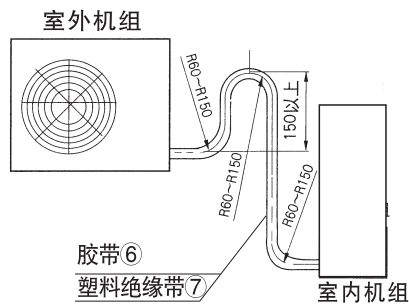

图7
- 注：(1) 本机组允许连接管最大长度为15米。机组所配连接管②、③长度为5米，若要加长，推荐从第5米开始每加长1米连接管追加制冷剂25克。
- (2) 安装时如必须加长连接管，请按表(1)要求连接。
- (3) 室内、外机高度差必须小于5米。
- (4) 当室外机比室内机高时，必须将铜管弯制“回油弯”如图7。